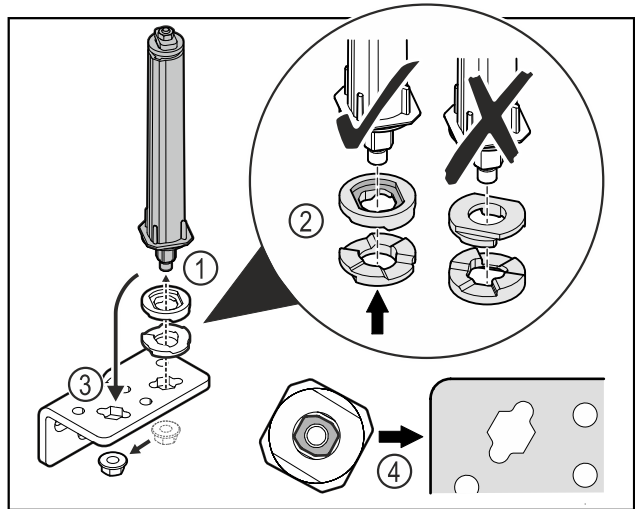

Fig. 37
- Mutter lösen und Türschließsystem entfernen Fig. 37 (1).
- Auf die korrekte Ausrichtung der Höhenverstelleisen achten Fig. 37 (2).
- Türschließsystem im Scharnierwinkel umsetzen und mit der Mutter fixieren Fig. 37 (3).
- Beim Einsetzen auf die korrekte Ausrichtung des Türschließsystems achten Fig. 37 (4).